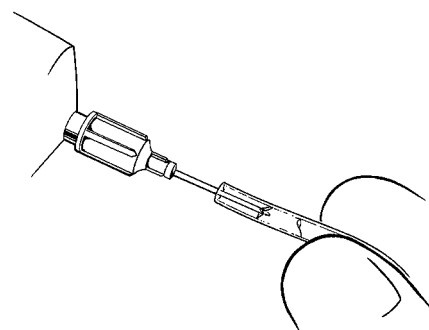

Figura 4-22. Lavaggio dei tubi
3. Usare un ago smusso calibro 22 per lavare le estremità del tubo (**Figura 4-22**) con normale soluzione fisiologica per rimuovere particolato e aria prima di procedere alla connessione.